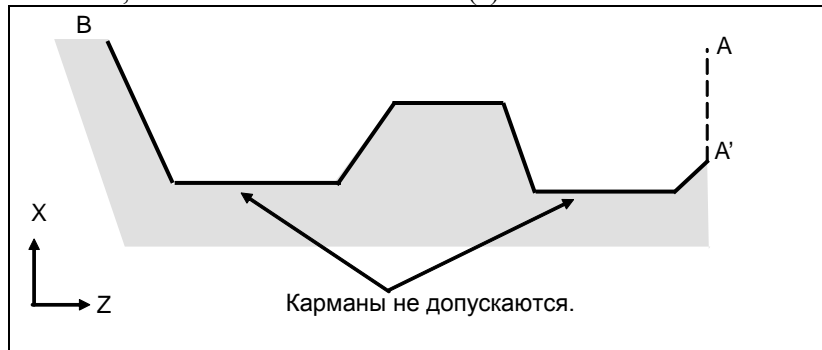

Рис. 4.2.1 (с) Фигура, не имеющая монотонного возрастания или убывания (тип I)
- (2) Фигура вдоль контура A'-B должна демонстрировать монотонное возрастание или убывание в направлении обеих осей, образующих плоскость (оси Z и X для плоскости ZX). В ней не должно быть выемок, как показано на Рис. 4.2.1 (с).